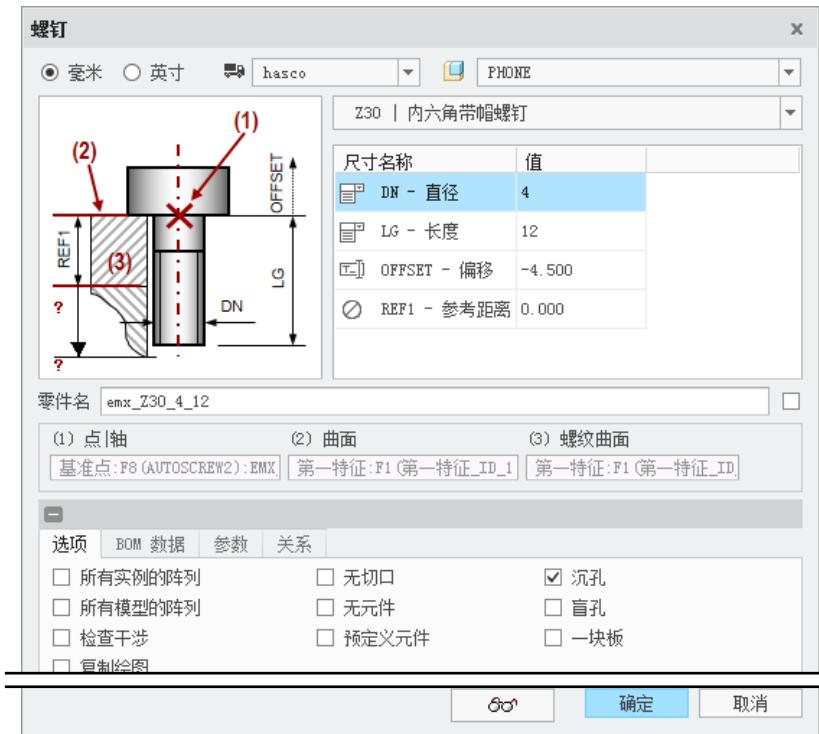
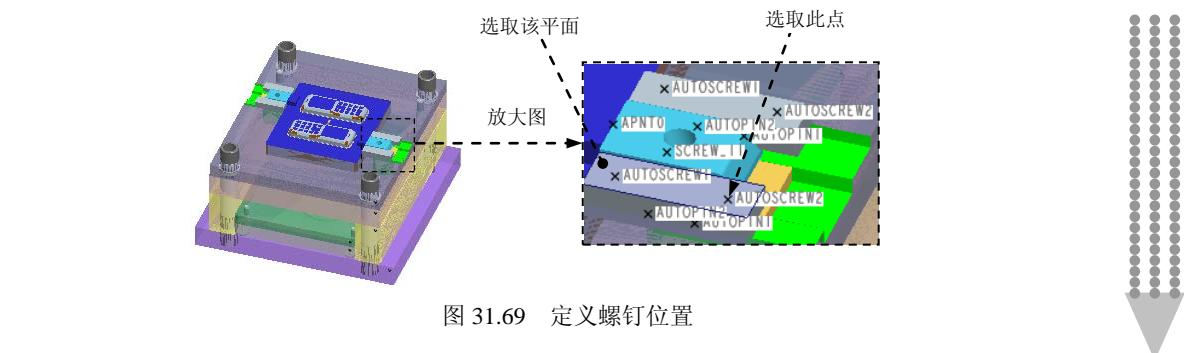
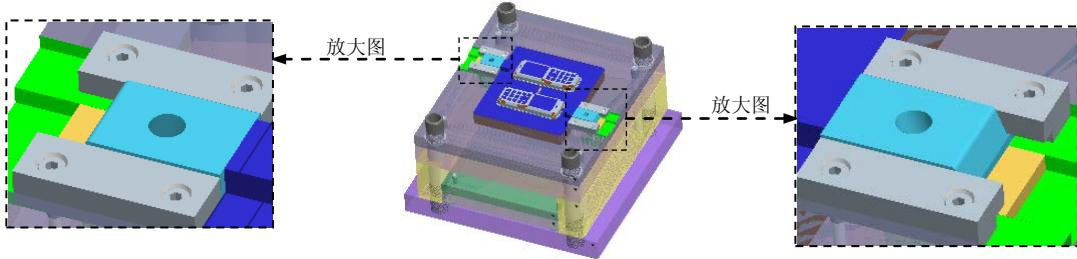

图 31.68 “螺钉”对话框
图 31.69 定义螺钉位置
图 31.70 添加其余 4 个螺钉
Step10. 装配螺钉（此时要显示基准点）。单击 **EMX 元件** 功能选项卡 **元件** ▾ **控制区域** 中的“螺钉”按钮 ，系统弹出图 31.68 所示的“螺钉”对话框；单击 **(1) 点|轴** 下面区域的 **选取项目** 选项使其激活，系统弹出“选择”对话框，选择图 31.69 所示的点“AUTOSCREW2”为螺钉定位点，在“选择”对话框中单击 **确定** 按钮，单击 **(2) 曲面** 下面区域的 **选取项目** 选项使其激活，选择图 31.69 所示的面为螺钉定位面，然后单击 **(3) 螺纹曲面** 下面区域的 **选取项目** 选项使其激活，再选择图 31.69 所示的面为螺纹曲面；在“螺钉”对话框 **meusburger** ▾ 的下拉列表中选择 **hasco** 选项；在对话框中选中 **沉孔** 复选框，取消选中 **盲孔** 复选框，在对话框中的 **DN - 直径** 下拉列表中选择 4，在 **LG - 长度** 下拉列表中选择 12；单击 **确定** 按钮；使用同样的方法创建其余的 3 个螺钉和斜导柱滑块 2 上的四个螺钉，结果如图 31.70 所示。